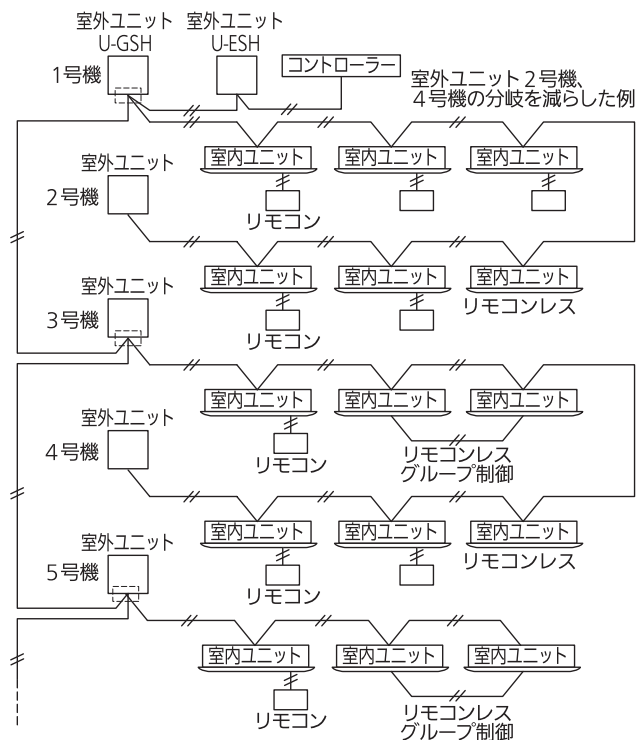

図 3
③バス方式で 17 分岐以上になる場合、2 系統を分岐後の配線とする。（図 3）